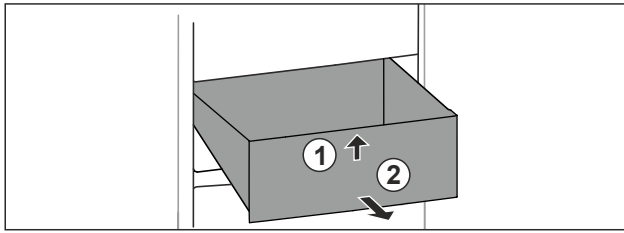

Fig. 97
- Predal spredaj dvignite. Fig. 97 (1)
- Predal vzemite ven v smeri naprej. Fig. 97 (2)